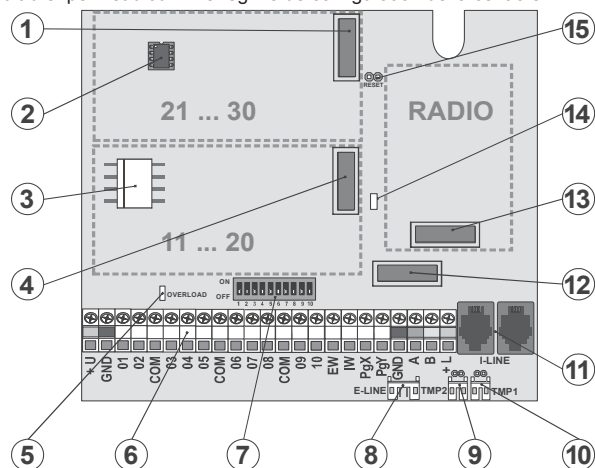

fig. 1 Panneau principal de la centrale
**1. Connecteur pour le deuxième module des entrées filaires JA-82C** – il est destiné au module des entrées munies d'une adresse L21 à L30. Pour son fonctionnement, il faut toujours raccorder le premier module (fig. 1, position 4).
**En cas d'équipement d'un seul module JA-82C (extension à vingt entrées), il faut utiliser la position 4 du module** - voir fig. 1.
Le module radio JA-82R est inséré dans la position 13 voir fig. 1. L'antenne pour le module se trouve dans le kit joint et elle est installée par l'insertion dans les rainures sur les côtés du boîtier, voir fig. 9. Cela permet le raccordement entre les connecteurs de l'antenne et les pins sur le module JA-82R. L'insertion du module permet le paramétrage des éléments sans fil dans le système.